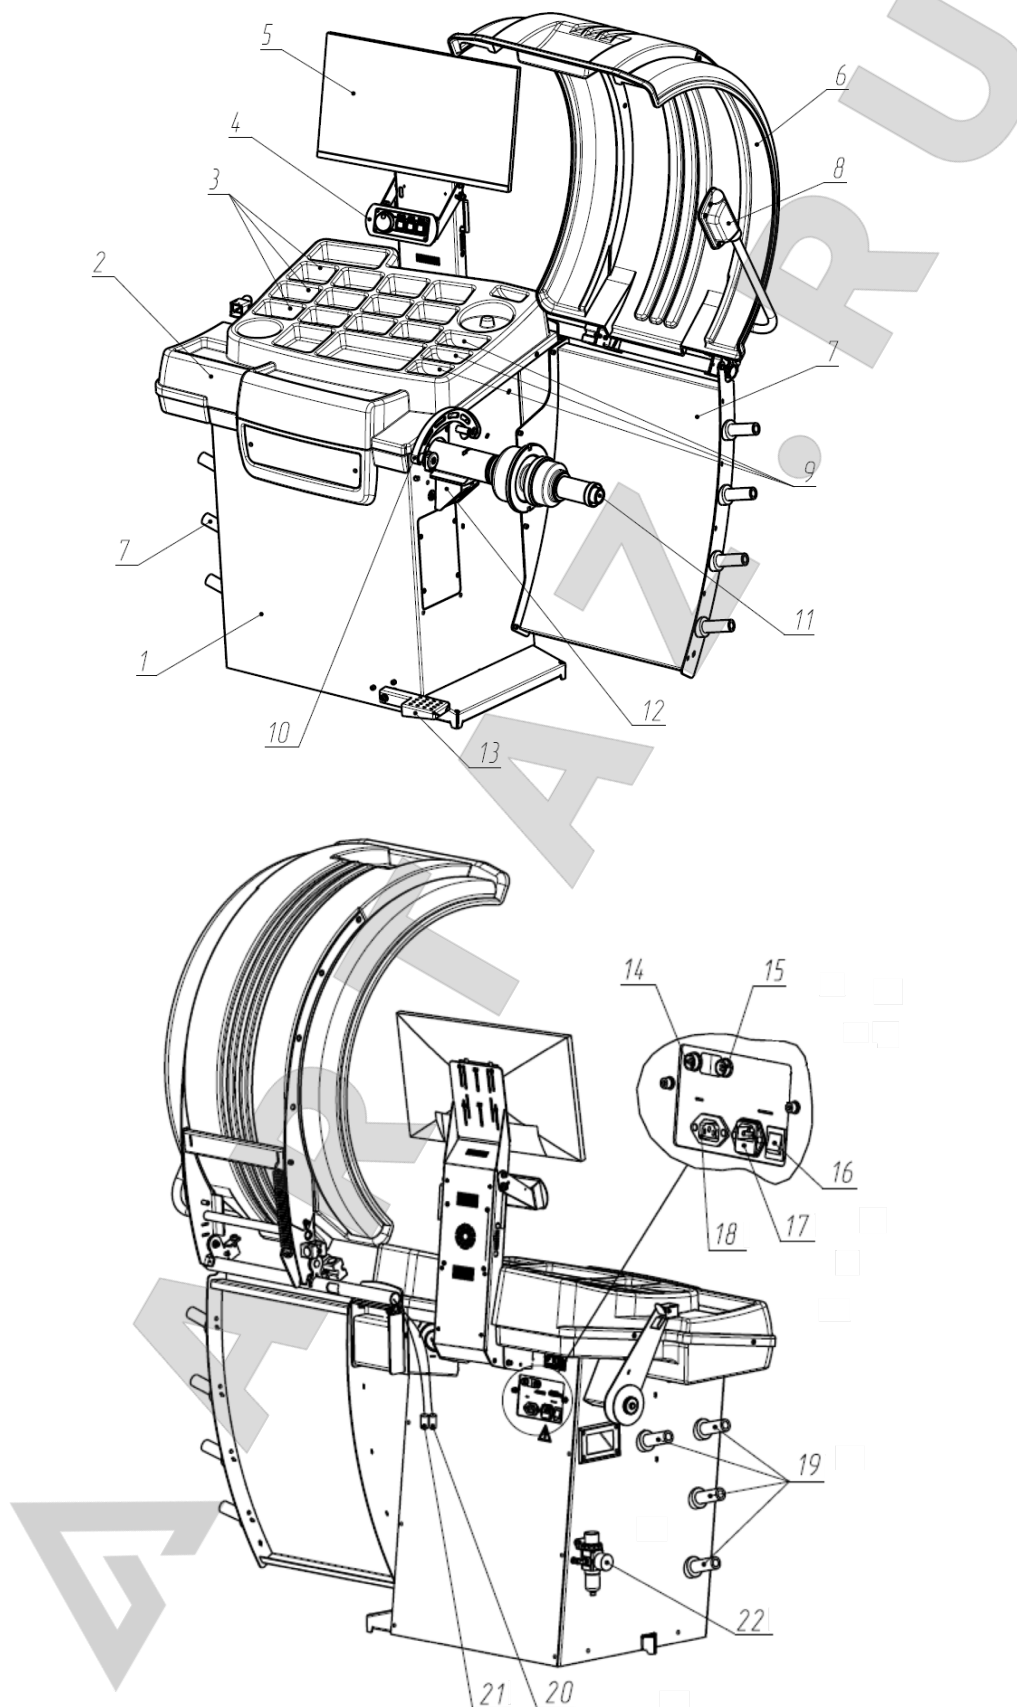

Рисунок 4.1
4.2.5 Подключить вилку УЗ датчика (22) к гнезду для подключения (15) (использовать соответствующую цветовую маркировку гнезда и вилки, рисунок 4.1).
4.2.9 Подключить шнур сетевой к разъему, расположенному на задней панели корпуса станка (рисунок 4.1), и к питающей сети, оборудованной розеткой с контактом заземления.